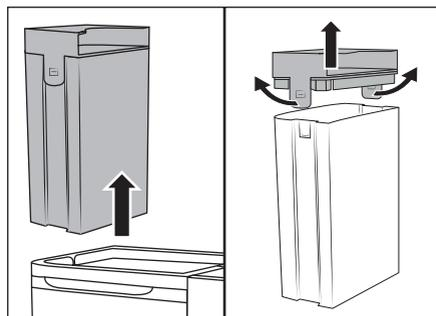
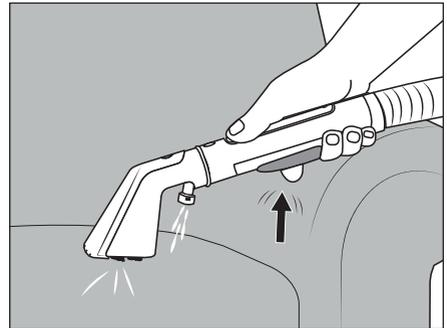

Fig. 5
Fig. 6
(1) Hæld kun koldt eller varmt vand fra hanen eller destilleret vand i brugsvandsbeholderen ②. Brug ikke kogende vand. (2) Brug aldrig produktet uden vand i brugsvandsbeholderen ②. (3) Brug kun almindeligt ikke-skummende polsterrengøringsmiddel eller **LIDL W5 eddikerens**. Andre rengøringsmidler kan ødelægge produktet. Vi anbefaler at tilsætte tre spiseskefulde **LIDL W5 eddikerens** til en komplet påfyldning (1,7 liter) af brugsvandsbeholderen ②. Eventuelt kan du forhøje andelen af eddikerens lidt efter lidt, til du opnår det ønskede resultat.
- ◆ Hold i håndtaget ① på brugsvandsbeholderen ②, og tag den ud af produktet oppefra (se fig. 5).
- ◆ Træk de to holdetapper lidt ud, og tag låget ① af (se fig. 5).
- ◆ Fyld produktet med vand fra vandhanen eller med destilleret vand, og tilsæt eventuelt polsterrensingsmiddel eller W5 eddikerens. Overhold anvisningerne fra producenten. Sørg for, at brugsvandsbeholderen ②  højst fyldes til MAX-markeringen.
- ◆ Sæt låget ① på brugsvandsbeholderen ② , og tryk det ned, indtil de to holdetapper går i indgreb.
- ◆ Hold i håndtaget ① på brugsvandsbeholderen ② , og sæt den ind i produktet igen.
- ◆ Tag sprøjte-/sugeslangen ⑱ ud af slangeholderne ⑮/⑯.
- ◆ Sæt slangeholderen ⑮ ind i produktet.
- ◆ Hold fast i sprøjte-/sugeslangen ⑱ på hånddelen.
- ◆ Tryk på tænd-/sluk-knappen  ⑨ for at tænde for produktet.
- ◆ Hold polstermundstykket ⑳ 2-3 cm over området, der skal rengøres, og tryk på sprøjteknappen ⑳ for at sprøjte vand/rengøringsopløsning ud af sprøjtemundstykket ⑳ (se fig. 6).